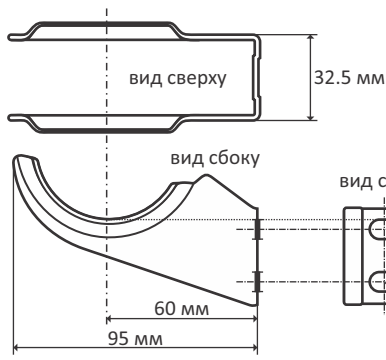

Рисунок 5.1 - Кронштейн 95 мм для 2-х трубчатых радиаторов
4.6. Кронштейны Unilux производятся под радиаторы Unilux-U (см. рисунок 5.1, 5.2, 5.3) и окрашиваются в цвет радиатора. Количество рекомендуемых настенных кронштейнов для монтажа к кирпичной или бетонной стене указано в таблице 3.